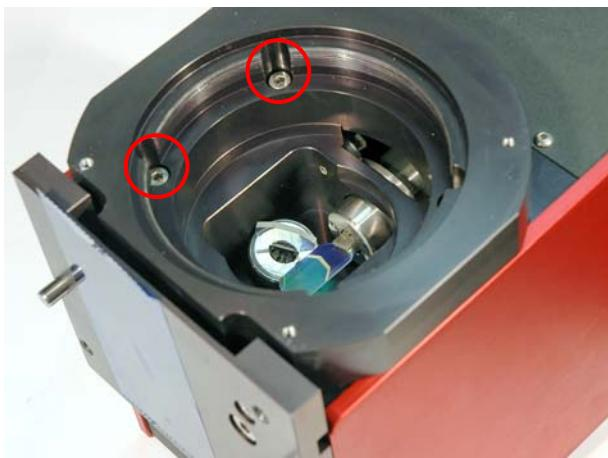

Abbildung 7.8 Optikhalterung ausbauen
10. Vier Befestigungsschrauben (Abbildung 7.8) der Optikhalterung lösen und Halterung entnehmen.